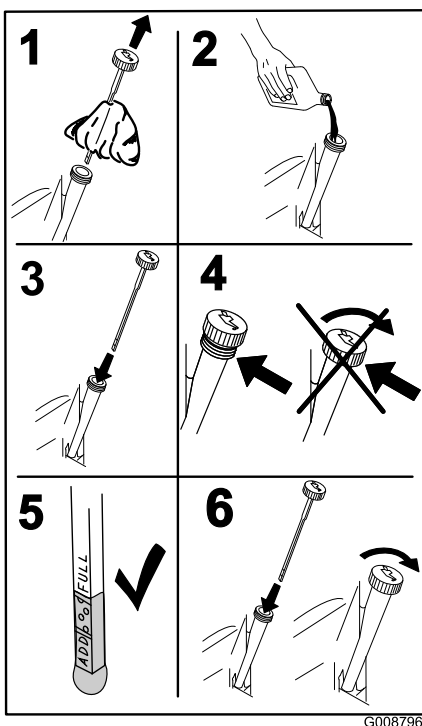

Figura 47
- Vierta lentamente un 80% aproximadamente del aceite especificado por el tubo de llenado, luego añada lentamente el resto del aceite hasta que llegue a la marca **Full** (Figura 47).